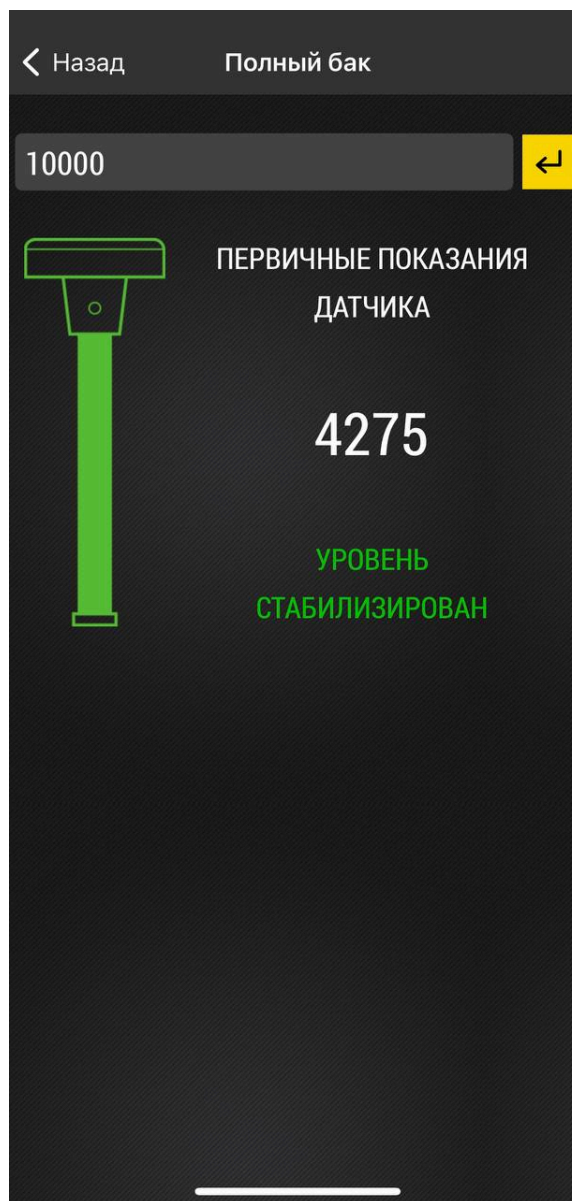

Рис.22. Стабильные показания уровня.
- Дождитесь стабилизации уровня – появится сообщение «Уровень стабилизирован», окрашенный в зеленый цвет (Рис.22).